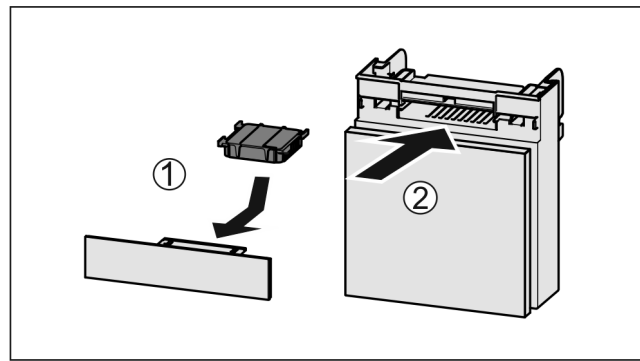

Fig. 119
- ▶ Sett inn Fig. 119 (1) aktivkullfilteret etter figuren.
- ▶ Skyv inn Fig. 119 (2) hyllen.